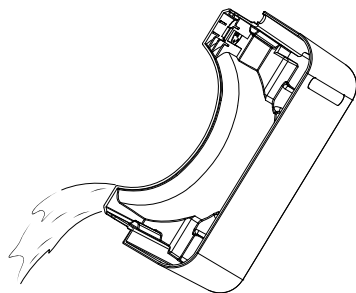

Fig. 3
- ◆ Videz le réservoir d'eau ④ dans un évier (voir figure 3) et placez à nouveau le réservoir d'eau ④ dans l'appareil. L'appareil continue de fonctionner avec le programme précédemment choisi.